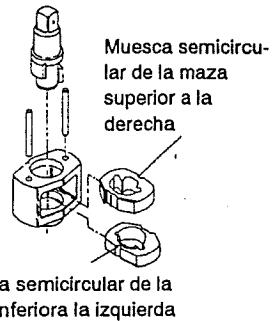

Figura 18
- Revista las mazas (14) de una capa ligera de grasa Craftsman nº 18830.
- Revista de abundante grasa Craftsman nº 18830 las mordazas del yunque (8).
- Coloque las mazas en el bastidor de mazas (12) exactamente como estaban cuando las marcó antes de desarmarlo.
- Coloque nuevamente los pasadores de las mazas (13).
- Examine la base del yunque (8) y observe su contorno. Mientras mira hacia abajo a través del bastidor de mazas, gire la maza superior hacia un lado u otro hasta que logre igualar el contorno del yunque. Introduzca el yunque en el bastidor de mazas y a través de la primera maza. Gire la maza inferior en el sentido contrario a la maza superior y manobre el yunque un poco hasta que caiga en la maza inferior. Véase la figura 18.